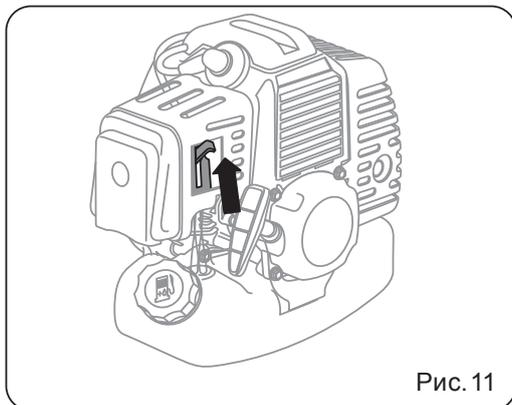

Рис. 11
- Рычаг воздушной заслонки переведите вверх, в положение **I/I** (Рис. 11).